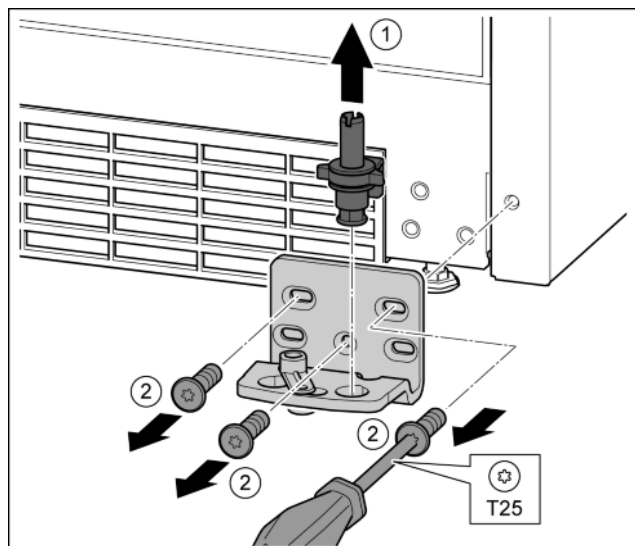

Fig. 11
- ▶ Træk hængselboltens helt opad og ud. Fig. 11 (1)
- ▶ Skru skrueene ud med skruetrækkeren T25, og tag lejekon-sollen af Fig. 11 (2)